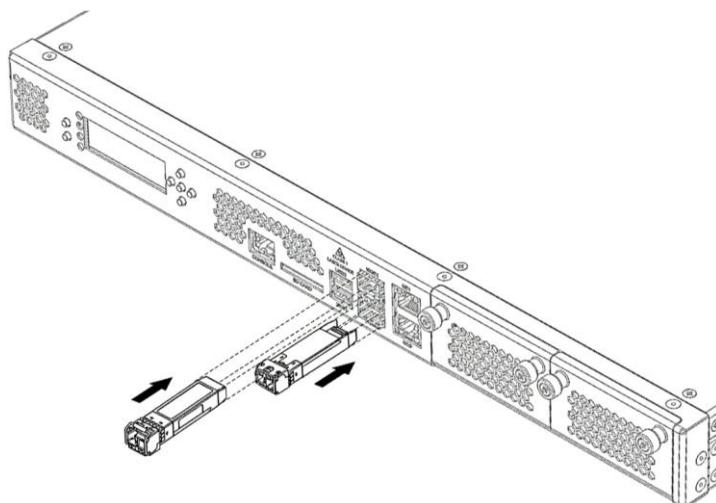

Рисунок 25 – Установка SFP-трансиверов в слоты изделия
- установка SFP-трансиверов в верхний встроенный слот изделия осуществляется защелкой (этикеткой) вверх, а в нижний слот защелкой вниз (рисунок 25);